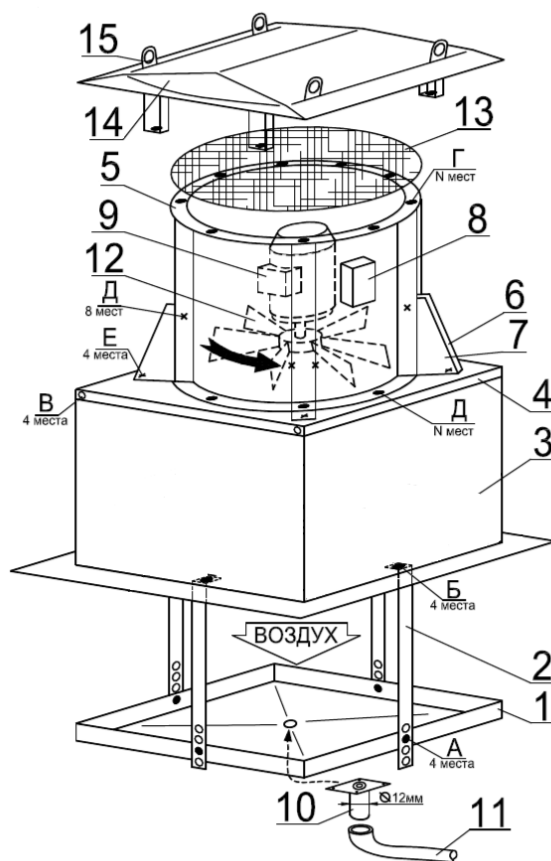

Рисунок 7.1 – Монтажная схема вентиляторов
7.1.3. Соединение элементов осуществляется болтовым крепежом (не поставляется) по схеме (см. рисунок 7.1). Затяжка соединений осуществляется по схеме «крест-накрест» в несколько этапов с постепенным наращиванием усилия.
Схема монтажа двухкорпусного поддона вентиляторов 100-125 показана на рисунке 7.3. Соединительная планка (поз.3) надевается на сомкнутые борта обоих поддонов и дополнительного крепления не требует. Верхние концы подвесов поддона (поз.2) крепятся на штатные «глухие бонки» во фланце стакана (поз. Б, рис.7.1).
Нижние концы подвесов поддона (поз.2) крепятся на штатные отверстия в бортах поддона (поз. А, рис.7.1).
Поддон подвешивается в горизонтальной плоскости (см. рисунок 7.1). Для компенсации неровности монтажа стакана в планках подвеса (рис.7.1 - поз.2) сделан ряд отверстий для регулировки его крепления по высоте.
Сетка и крыша крепятся к вентилятору по его верхнему фланцу (поз. Г, рис.7.1).
Вентилятор монтируется на стакан посредством установки через опорную плиту (поз.4, рис.7.1).
1. Опорная плита крепится к вентилятору по его нижнему фланцу (поз. Д, рис.7.1).
2. Для вентиляторов типоразмеров 63 и выше в комплект плиты опорной дополнительно входят уголки усиления (рис.7.1, поз.6 и 7) крепление которых производится после установки вентилятора на плиту.
- крепление уголков к опорной поите производится в местах Е (рис.7.1).
Примечание: Левый уголок (рис.7.1, поз.7) устанавливается первым, правый (рис.7.1, поз.6) устанавливается на него сверху.
- крепление уголков к ребрам корпуса вентилятора производится в местах Д (рис.7.1).
3. Опорная плита, вместе с вентилятором, устанавливается и закрепляется на стакане на штатные «бонки» во фланце стакана (поз. В, рис.7.1).